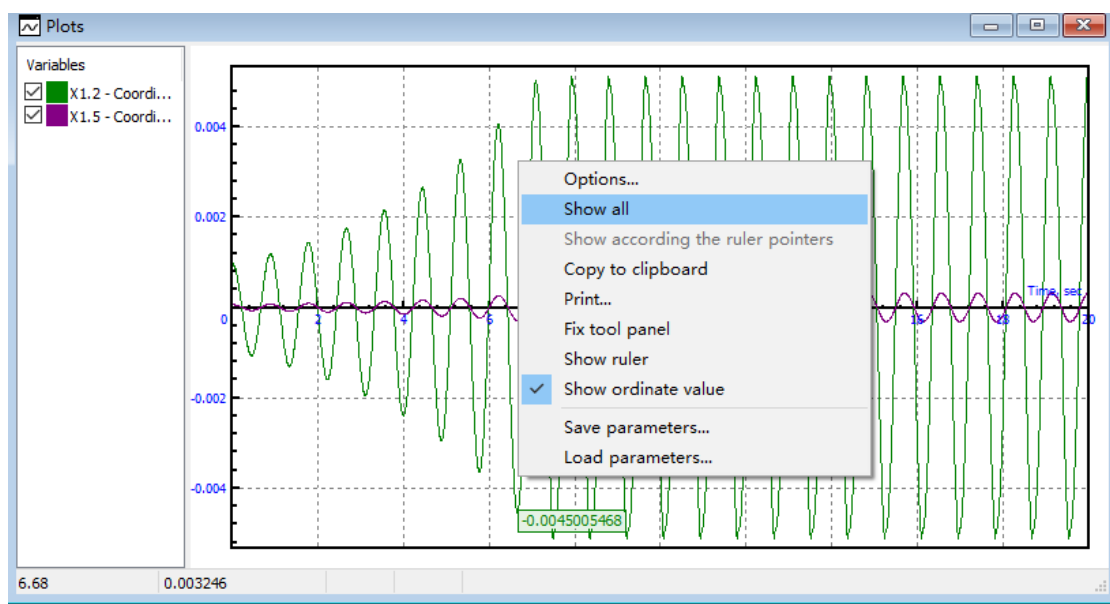

图 1.9 轮对横移和侧滚时程图
4. 点击 **Integration**，开始仿真。此时，可以看到轮对呈现出非稳态，振动周期逐渐变长，如图 1.9 所示。
由于轮对横向位移和侧滚角非常小，需要在绘图区右击，然后选择 **Show all**，则自动缩放匹配绘图窗口，如图 1.9 所示。